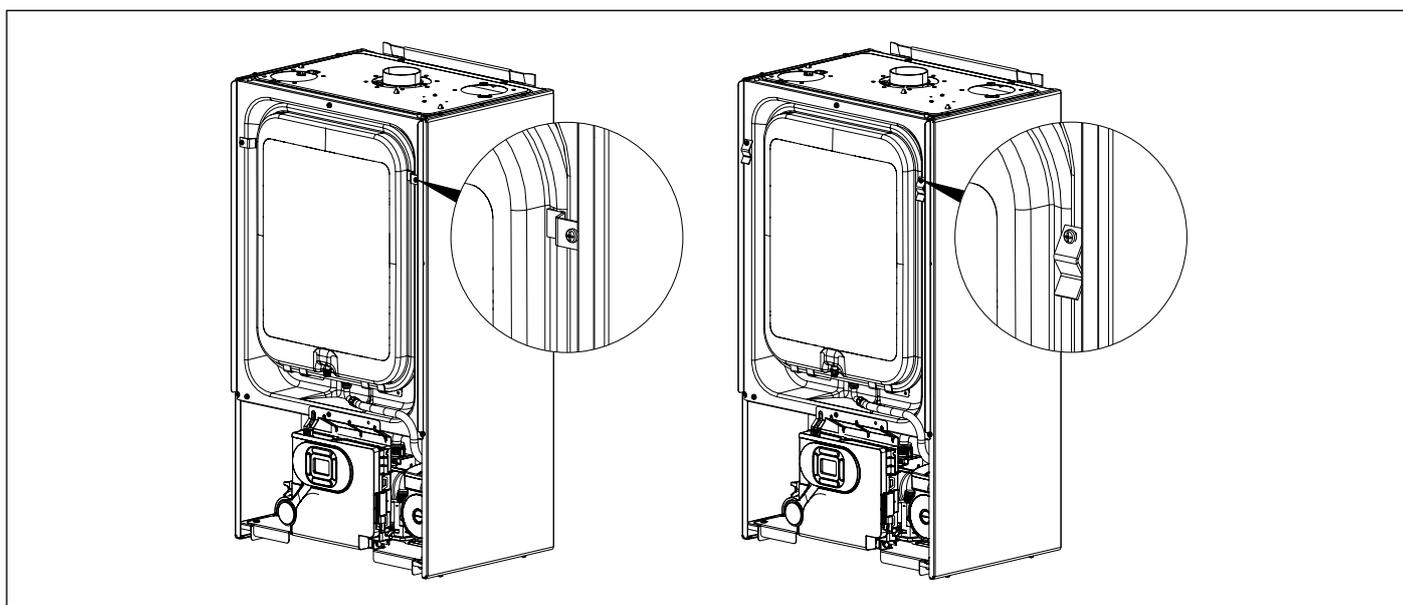
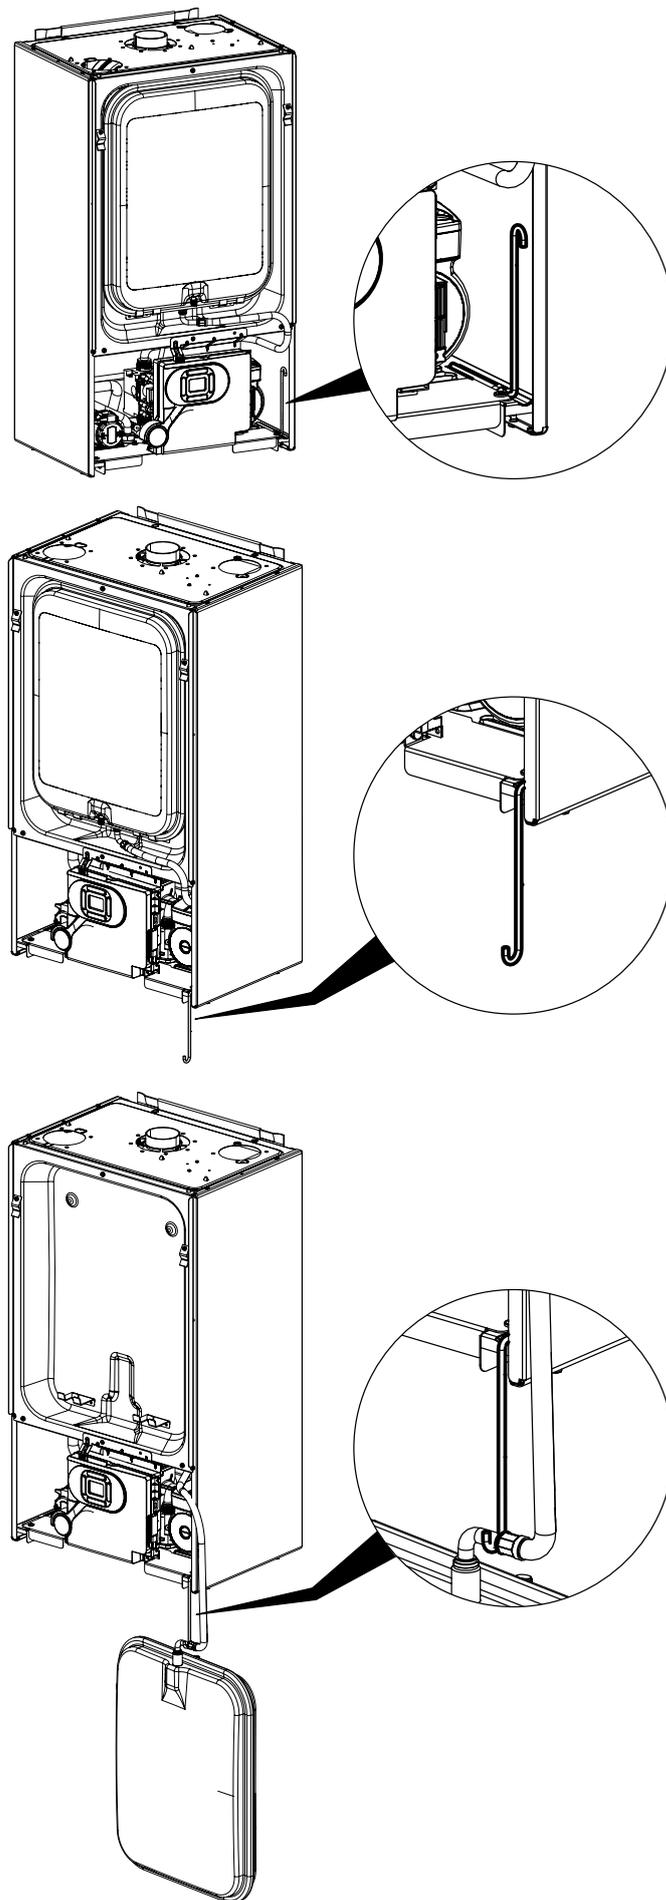
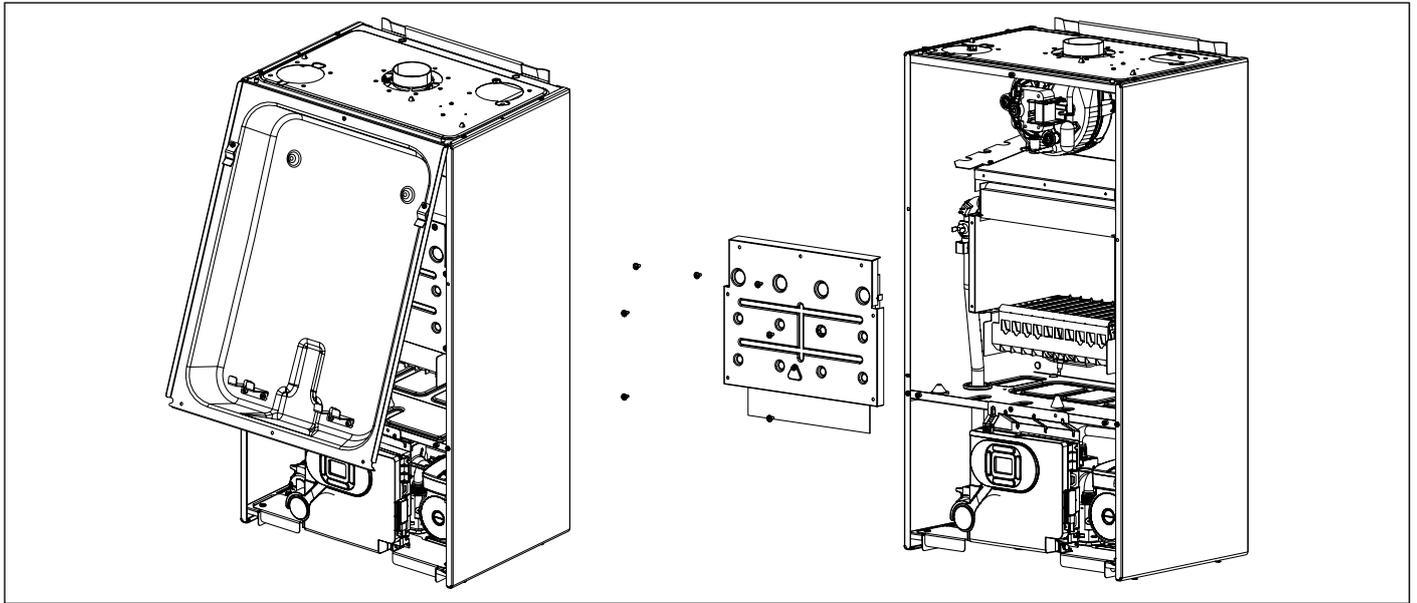

Fig. 24 Desmontaje soportes de bloque vaso de expansión
Fig. 25 Soporte porta vaso de expansión
Fig. 26 Desmontaje cámara de combustión
- Quitar el panel frontal de la cámara de combustión, desplazando el depósito de expansión (véase Fig. 24 Desmontaje soportes de bloque vaso de expansión; Fig. 25 Soporte porta vaso de expansión y Fig. 26 Desmontaje cámara de combustión).
- Quitar la parte delantera de la cámara de combustión (véase Fig. 26 Desmontaje cámara de combustión).